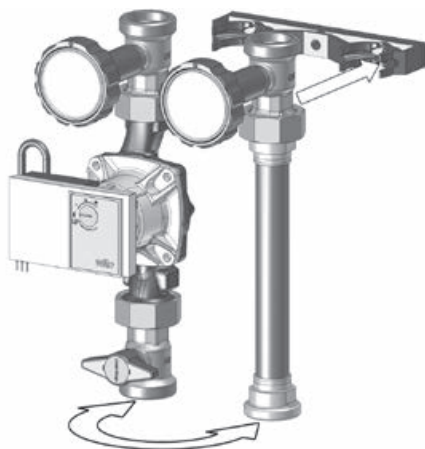

Fig. 12
4. Montare il circolatore sul lato sinistro del supporto a parete e il tubo flangiato nel lato destro (fig. 12).